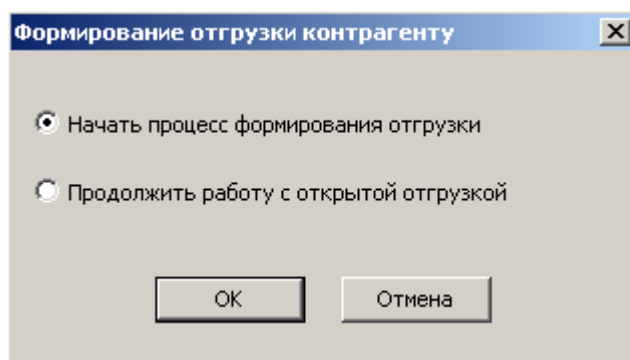

Рисунок 18 – Формирование отгрузки
2. Вызвать функцию **Формирование отгрузки** и выбрать на опцию **Начать процесс формирования отгрузки** (Рисунок 18):